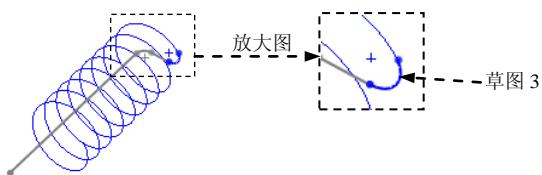
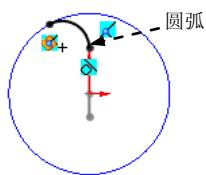

图 6.13.5 草图 3
图 6.13.6 绘制草图 3
Step3. 创建图 6.13.5 所示的草图 3。选取基准面 1 为草图基准面，系统进入草图绘制环境，绘制图 6.13.6 所示的草图 3 (圆弧)。